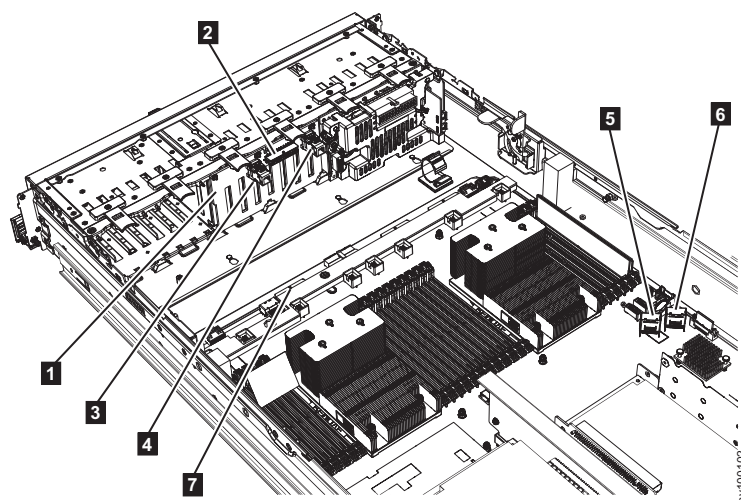

図 134. 2145-SV1 SATA ドライブ・バックプレーンおよびコネクタ
9. SATA ドライブ・バックプレーンからすべてのケーブルを切り離します。 174 ページの図 134 は、SATA ドライブ・バックプレーンおよびコネクタのロケーションを示しています。